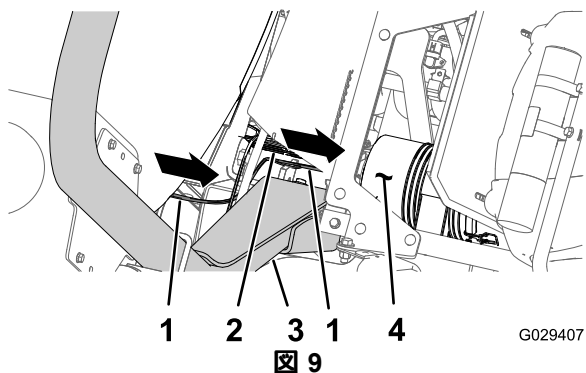
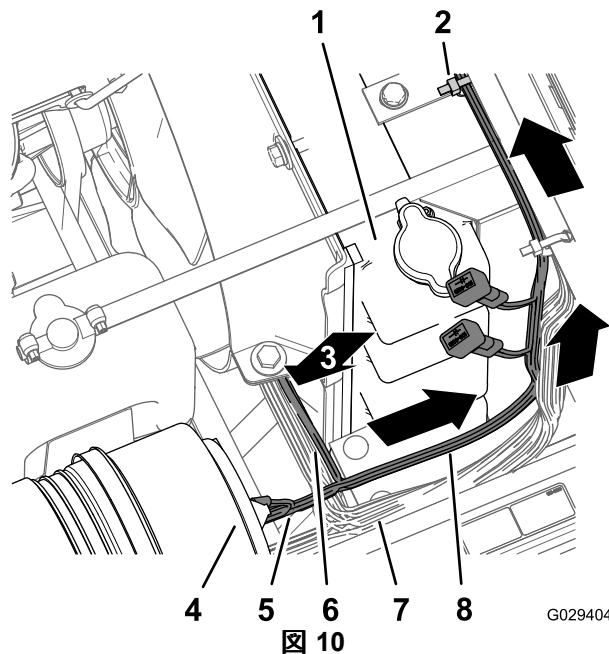

図 9
図 10
1. 仕上げキットのハーネスを車両前方へ導くROPSの間を通し、液剤タンクの下の方部から、車両用のワイヤハーネスに沿って、エアクリナーの下を通してエンジンへ導く 図 9 と 図 10。
2. エンジンルーム用の 197cm の枝 リング端子、ソケット端子、5口コネクタがついている を、ラジエーターの右側に沿って上方へ導き、ラジエーター上部に沿って中央コンソールのベース部の下まで導く 図 10。